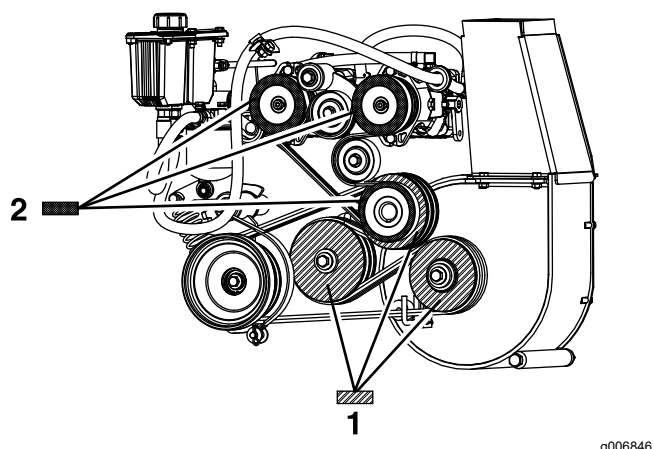

Figura 67
8. Folosind fulia suflantei drept referință pentru măsurători, deplasați motorul i arborele intermediar până când suprafețele posterioare ale celor 3 fulii sunt aliniate cu o toleranță între 0,8 i 1,6 mm (Figura 67).
4. Folosind o riglă de verificare a suprafețelor, aliniați fiecare fulie a pompei cu fulia motorului, prin glisarea de-a lungul arborelui pompei (Figura 67).